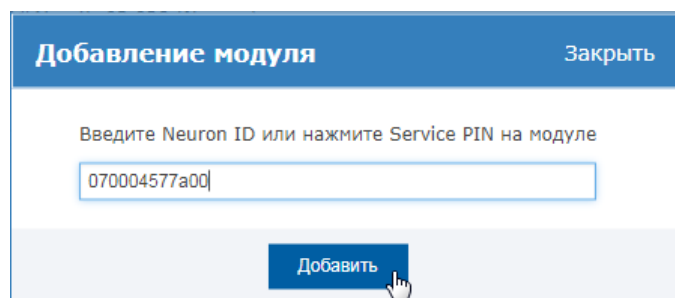

Рисунок 10.47 — Окно добавления LON-модуля
3. В отобразившемся окне (рисунок 10.47) запрашивается уникальный идентификатор NeuronID модуля. Введите код вручную или нажмите на кнопку **Service pin**, располо-
женную на плате модуля, для отправки в сеть LonWorks широковещательного сообщения с Neuron ID модуля (схему расположения кнопки **Service pin** на плате модуля МША см. на рисунке 1.11, на плате МКП см. на рисунке 1.15). После нажатия на кнопку, в окне **Добавление модуля** отобразится Neuron ID модуля (рисунок 10.47). Нажмите на кнопку **Добавить**.